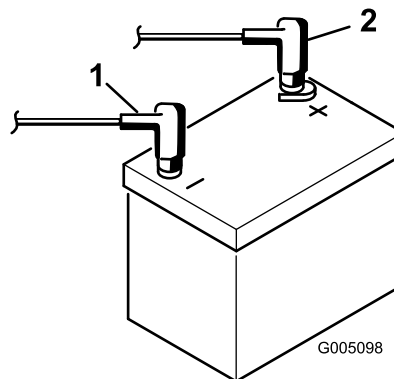

Figura 7
- Collegate il cavo positivo (rosso) al morsetto positivo (+) e il cavo negativo (nero) al morsetto negativo (-) della batteria, e fissateli con i bulloni e i dadi (Figura 7). Fate scorrere la guaina di gomma sul morsetto positivo per evitare un cortocircuito.